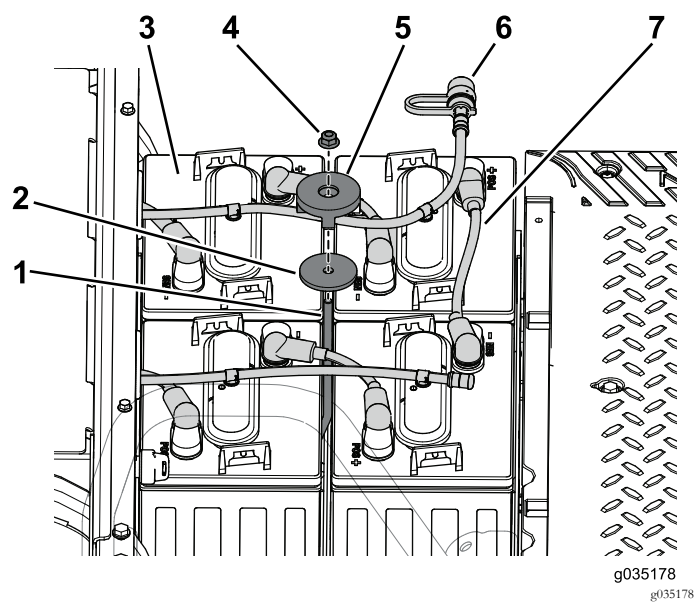

図 57
1. バッテリーを前バッテリートレイに固定しているフランジナット、バッテリー押さえ、ワッシャを外す 図 57。
2. 前バッテリートレイのバッテリーから給水口を外す 図 57。